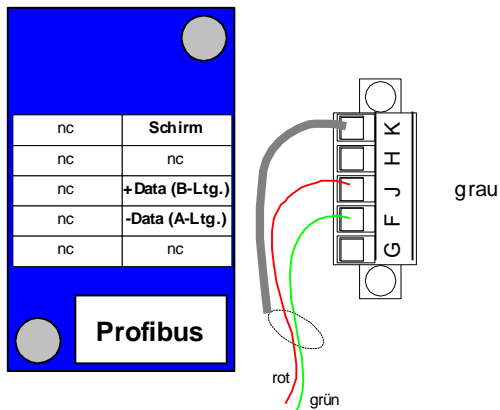

Abbildung 5-6: Anschlussbelegung für das Profibus-Schnittstellenkabel
- Die Anschlussbelegung entnehmen Sie bitte der obigen Abbildung 5-6.